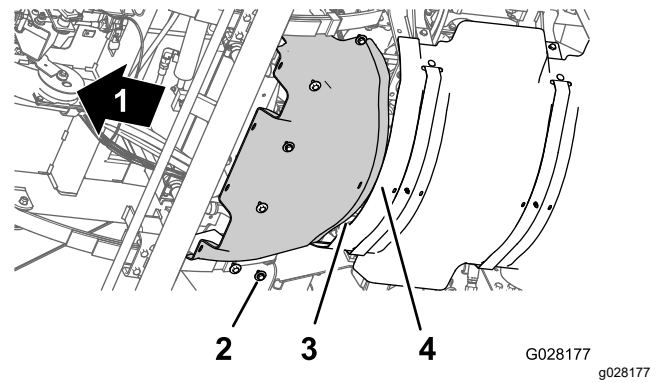

Figura 62
1. Alinee la brida trasera del protector térmico delantero sobre la brida delantera del protector térmico trasero (Figura 62).
2. Alinee los taladros del protector térmico delantero con los taladros roscados del chasis (Figura 62).
3. Monte el protector térmico delantero en la máquina con los seis pernos de cabeza hexagonal y las seis arandelas (Figura 62) que retiró en el paso 3 de Retirada del protector térmico delantero \(página 55\).